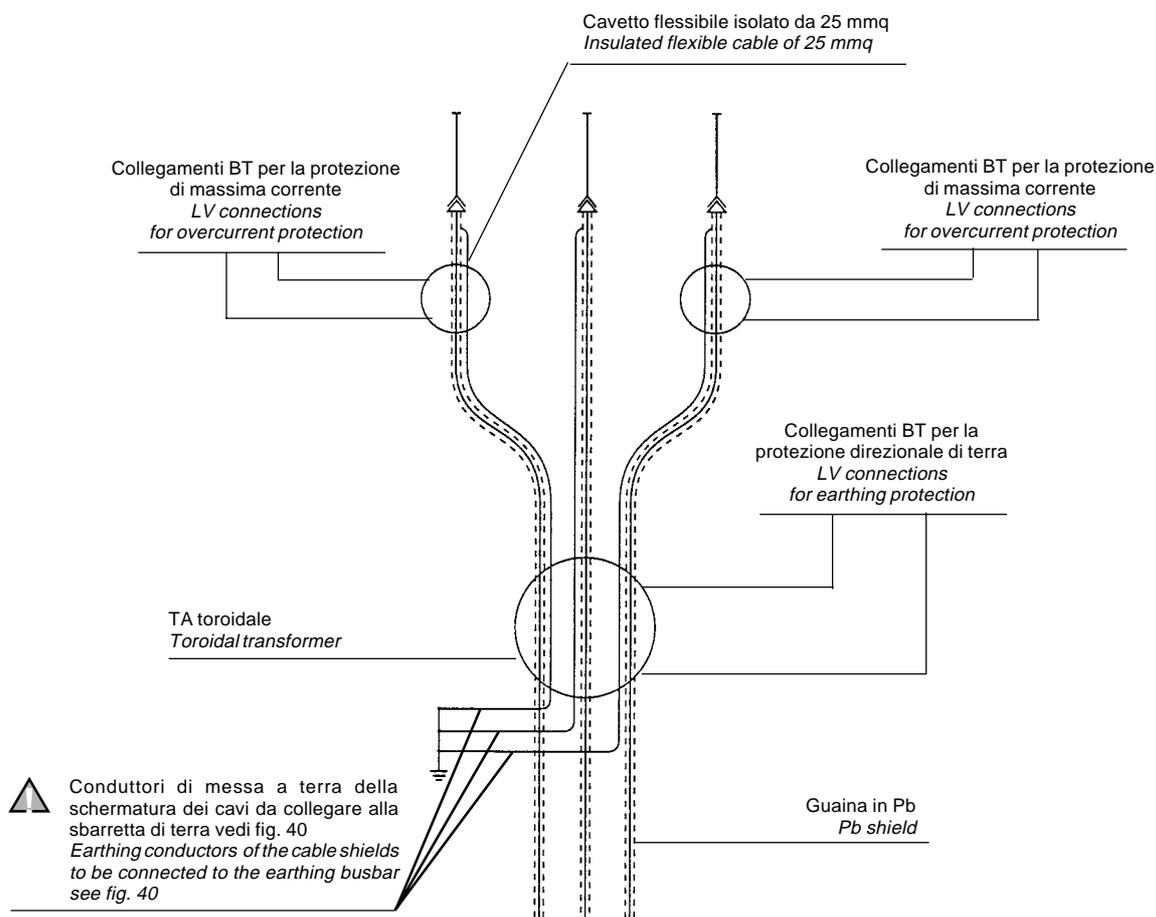

Fig. 42
- regolare i tiranti (1) del dispositivo alla massima estensione
- inserire i ganci (2) posti all'estremità superiore dei tiranti al basamento (3) e bloccarli con i cunei di blocco(4)
- posizionare gli adattatori (6) tra il piatto di spinta (5) e la parte inferiore in metallo del terminale
- inserire tra il piatto ed il cavo uno spessore che protegga meccanicamente la guaina del cavo e fissare il piatto al cavo girando la manopola (7)
- serrare le viti (11) con il cacciavite (8) e stringere a fondo dopo aver sbloccato il cavo dal dispositivo girando la manopola (7)
- controllare di aver stretto a fondo tutte le viti, smontare il dispositivo di inserzione, sistemare il manicotto termorestringente (9) e collegare la schermatura (10) di ogni cavo alla sbarretta di messa a terra fig. 40 secondo lo schema di fig. 42
- per scollegare i cavi agire in senso inverso senza interporre il distanziatore (6)
- gli isolatori non occupati dai cavi devono essere chiusi con gli appositi tappi (12); prima di alloggiare il tappo nell'isolatore lubrificare la superficie del cono di gomma come descritto per il terminale cavo.
- adjust the tie-rods (1) of the device to their maximum extension
- insert the hooks (2) located on the top end of the tie-rods into the base (3) and block them with the blocking wedges (4)
- remove the internal cone bushing insulator cap (12)
- position the adapters (6) between the thrust plate (5) and the lower metal part of the terminal
- insert a spacer which mechanically protects the cable sheath between the plate and the cable and fix the plate to the cable by turning the knob (7)
- tighten the screws (11) using the screwdriver (8) and tighten them fully after having released the cable from the device by turning the knob (7)
- check that all the screws are fully tightened, dismantle the connection device, position the heat-shrinking sleeve (9) and connect the shield (10) of each cable to the earthing busbar fig. 40 according to the diagram in fig. 42
- to disconnect the cables, work in reverse order, without interposing the spacer (6)
- the insulators which are not occupied by cables must be closed with the special caps (12). Before putting the cap in the insulator, lubricate the rubber surface of the rubber cone as described for the cable terminal.
- collegare la schermatura (6) di ogni cavo alla sbarra di terra (fig. 40) secondo lo schema di fig. 42
- connect the shielding (6) of each cable to the earthing busbar (fig. 40) according to the diagram in fig. 42